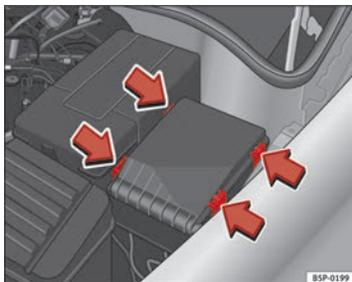

Fig. 184 Tampa da caixa de fusíveis no compartimento do motor
- Retire a tampa dos fusíveis do compartimento do motor fazendo pressão nas patilhas na direcção do centro da tampa ⇒ Fig. 184.